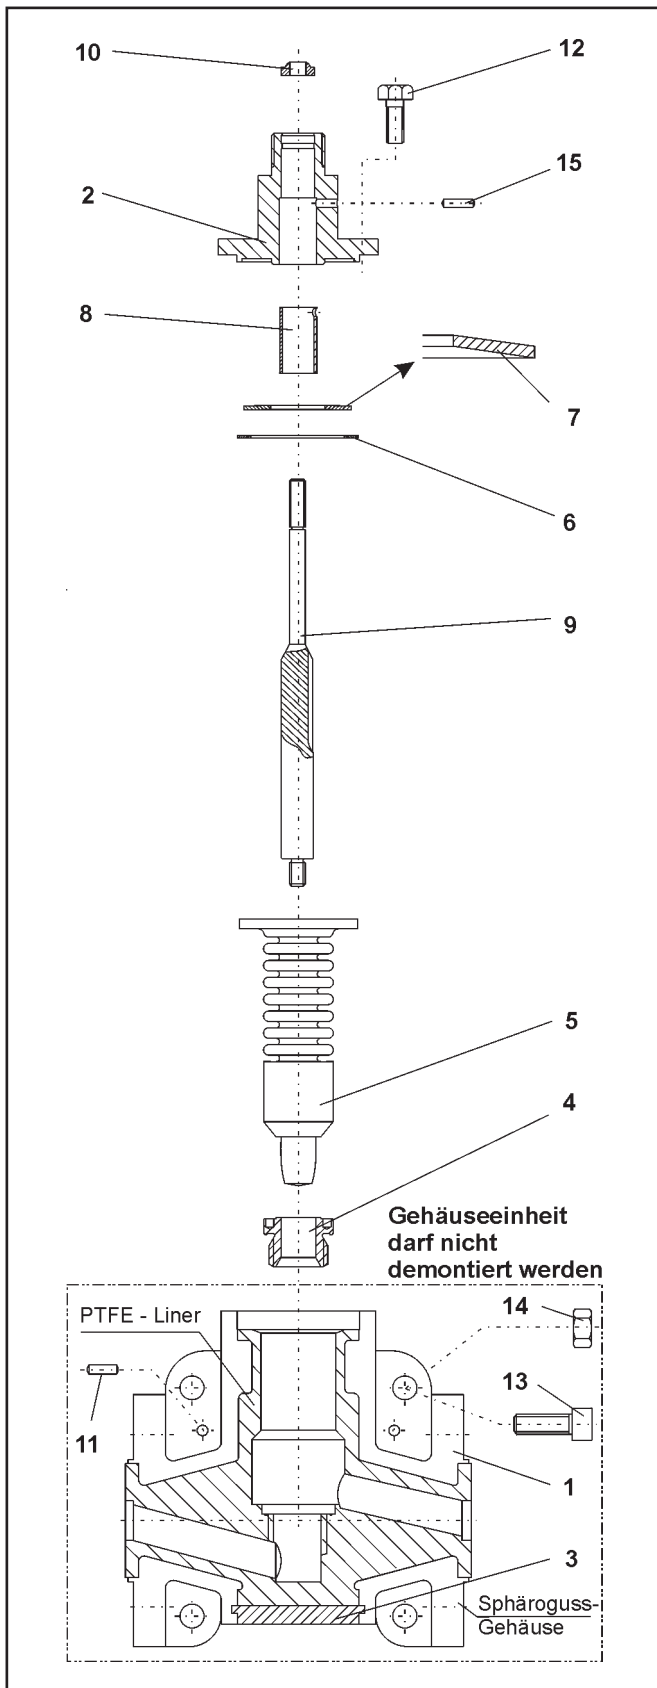

Bild 3 - Explosionszeichnung des Mikroventils BR 6a
Hinweis: Die in der Explosionszeichnung (Bild 3) dargestellte Lage und Anordnung der Einzelteile ist bei der Montage einzuhalten.
Die Druckscheibe (6) und die Tellerfeder (7) werden auf die Oberseite des Flansches der Balgeinheit (5) platziert. Die Lage der Tellerfeder ist der Explosionszeichnung (Bild 3) zu entnehmen.